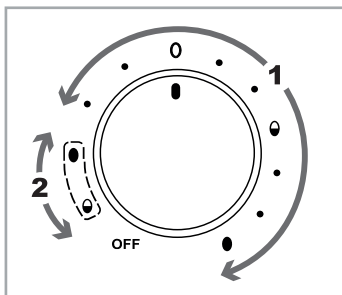

Bild 1
- 1) Vrid skruvreglaget **10** till det läge som motsvarar önskad hårdhetsgrad på äggen. Använd inställning "1" (se bild 1) med symbolerna och motsvarande prickar framför den:
För den första kokningen gäller inställningsområdet "1" med symbolerna och motsvarande prickar framför. För den andra kokningen gäller inställningsområdet "2" med symbolerna och motsvarande prickar framför (se bild 1).
- 2) Ställ skruvreglaget **10** på läget för de lösaste äggen (inställningsområde "1", se bild 1). Kontrolllampan **9** tänds och kokningen börjar.
- 5) Sätt tillbaka locket **3** och vrid skruvreglaget **10** till symbolerna till vänster om vredet (inställningsområde "2", se bild 1), för att resten av äggen ska bli kokta med önskad hårdhetsgrad: